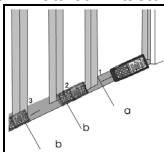

Fig. 13: Misura di distanza con quote
6. Spostare lentamente lo strumento lungo la linea radiale osservando il valore misurato (vedere Fig. 13). Lo strumento mostra le frecce  o  ad indicare la direzione in cui procedere ed inizia a suonare ad una distanza di 0.1m dalle soglie (a) e (b) prefissate emettendo un suono continuo a soglia raggiunta. La misura ha una durata di circa 1 minuto e può essere terminata con il tasto  o